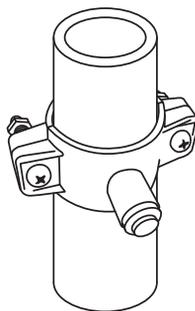

Рис. 16
- 5.6.3. Вставьте пластиковую трубку в соединительный фитинг - с небольшим усилием. Проверьте соединения, немного потянув за трубку. Для закрепления соединения вставьте стопорную клипсу в кольцо (Рис. 16).